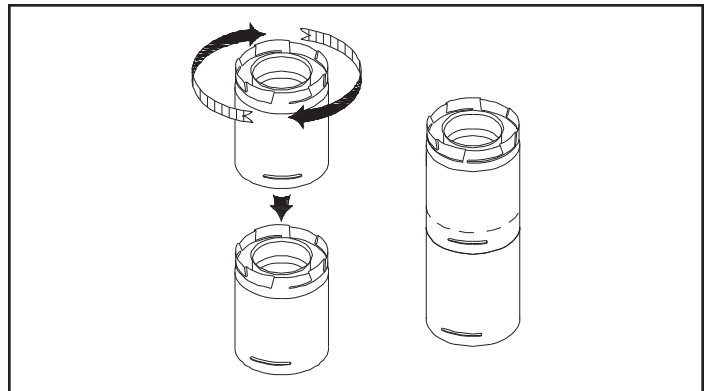

Figure 3.24
- Procédure de verrouillage par rotation : alignez les pattes de verrouillage sur les extrémités mâle et femelle des sections de conduit. Insérez l'extrémité mâle du conduit dans l'extrémité femelle jusqu'à ce que les pattes de verrouillage soient couvertes. Tournez l'extrémité femelle d'un huitième de tour dans le sens horaire pour verrouiller les sections ensemble (figure 3.24). Les vis ne sont pas nécessaires pour attacher les conduits, mais sont acceptables si elles ne pénètrent pas dans la paroi interne des conduits de ventilation.